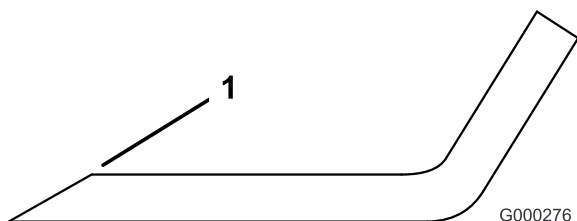

Figure 93
1. Au moyen d'une lime, aiguisiez les tranchants aux deux extrémités de la lame (Figure 93). Veillez à conserver l'angle de coupe d'origine. Limez la même quantité de métal sur chacun des deux tranchants pour ne pas déséquilibrer la lame.